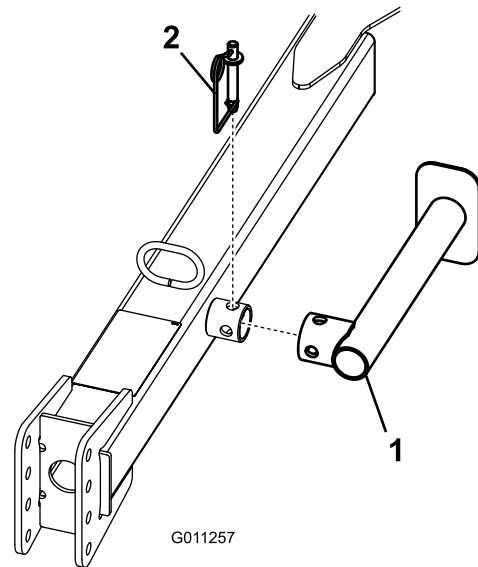

Bild 8
3. Entfernen Sie den Federstift, drehen den Achsständer nach unten und setzen den Federstift ein (Bild 8).